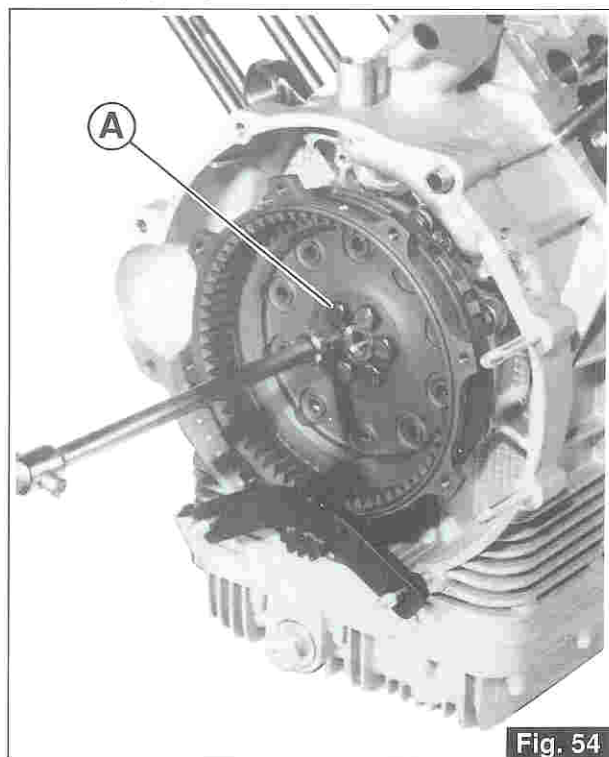

Fig. 54
- Svitare le sei viti «A» di tenuta del volano all'albero motore e smontare il volano (Fig. 54). Dette viti dato l'elevato carico e le sollecitazioni alle quali sono sottoposte, al successivo rimontaggio dovranno essere sostituite con viti nuove; (applicare sulle viti Loctite e bloccare alle coppie di serraggio di Kgm 4÷4,2).
- Unscrew the six screws «A» that hold flywheel to crankshaft and remove the flywheel (Fig. 54). These screws must withstand considerable loads and stresses and cannot be reused. Fit new screws when reassembling (use Loctite on the screws and torque up to 4÷4.2 Kgm).